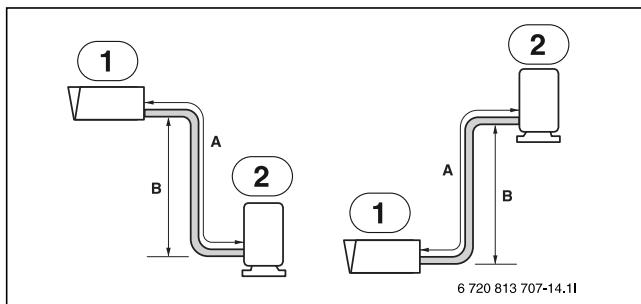

Bild 15
2. Bestämma rödragningsriktningen: nedåt se (→ Bild 15)